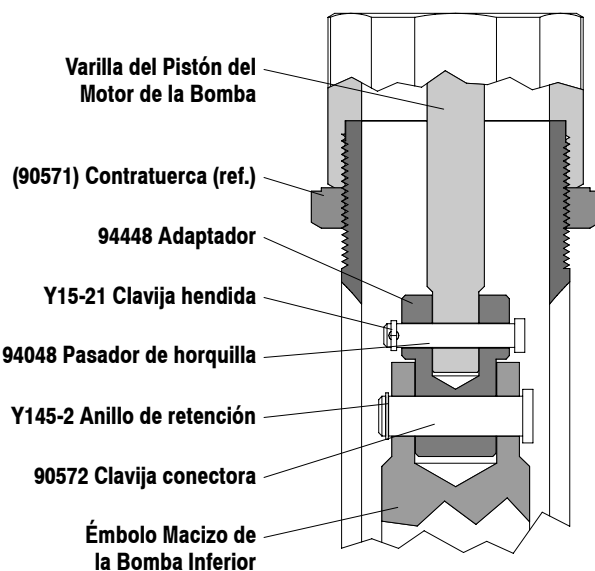

Figura 2
1. Afloje la contratuerca (90571) y destornille toda la bomba del motor de aire. Esto dejará expuesto el adaptador (94448) (ver figura 2).